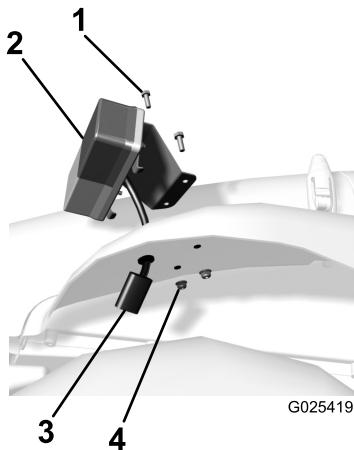

Figura 6
- Instale o conjunto esquerdo de luzes de sinalização ao guarda-lamas frontal esquerdo nos furos previamente feitos (Figura 6).